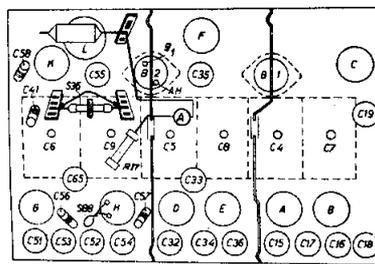

Fig. 7
B. K.F. en OSCILLATORRINGEN (zie Fig. 7).
S88 (lus in de bedrading, zie trimschema Fig. 7) trimmen op maximum output door deze lus in elkaar te draaien.